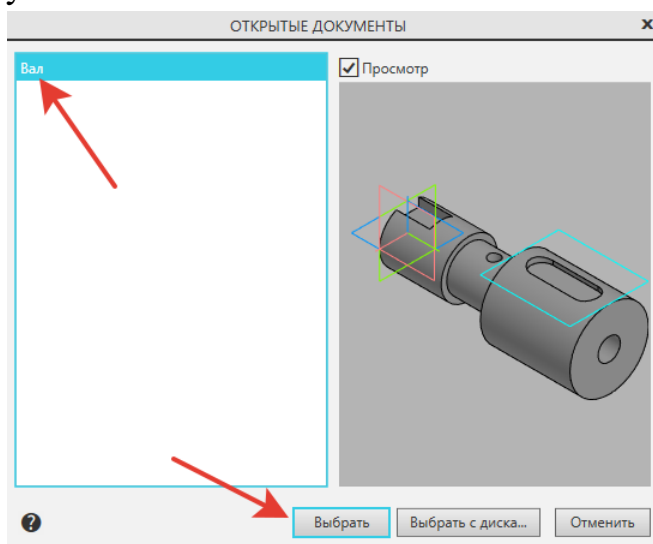

Рисунок 103.
16. На инструментальной панели **Виды** – выбрать **Вид с модели**. Из открывшегося окна **Открытые документы** выбрать файл вашей модели (рисунок 103).